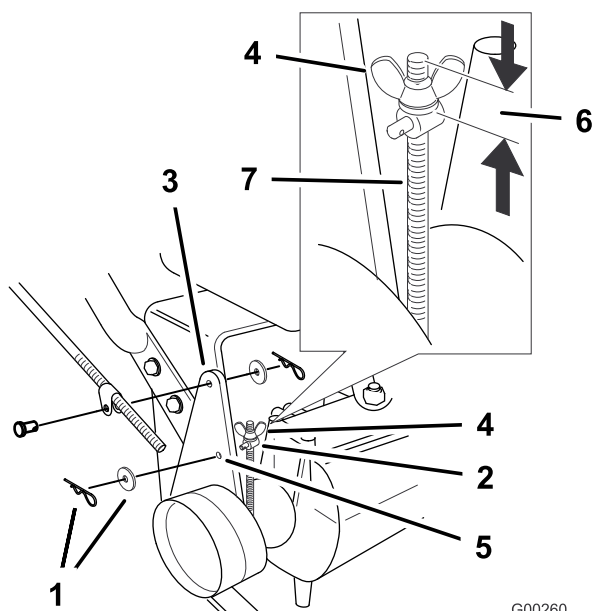

Figure 41
Remarque: Pour le réglage initial, ajustez l'écrou à oreilles jusqu'à ce qu'il soit à 32 mm (1-1/4") du haut de la tige (Figure 41).
5. Pour régler le frein, enlevez la goupille fendue et la rondelle du levier et du tourillon (Figure 41).
8. Placez le tourillon dans le trou **F** (Figure 41). Serrez l'écrou à oreilles.
9. Fixez le tourillon au levier de frein à l'aide de la rondelle et de la goupille fendue (Figure 41).